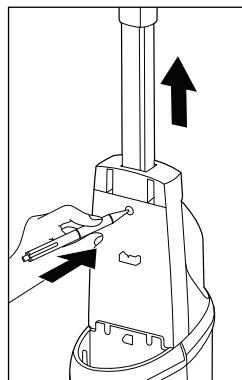

Fig. 2
- Si desea volver a extraer la pieza manual ① del aparato, primero debe retirar el depósito de agua limpia ⑪ del aparato para acceder al encastre de la pieza manual ① (consulte el capítulo **Llenado del depósito de agua limpia**). Tras extraer el depósito de agua limpia ⑪, presione el encastre de la pieza manual ① con un objeto puntiagudo para extraerla del orificio de encastre. A continuación, podrá volver a extraer la pieza manual ① del aparato (consulte la fig. 2).